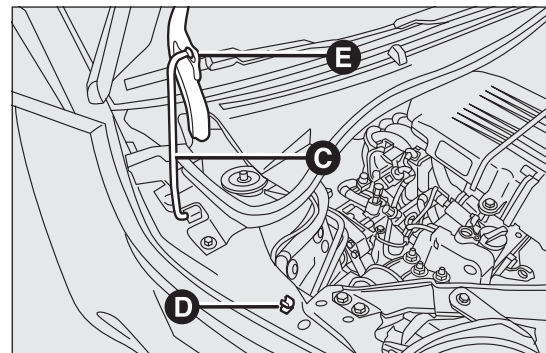

РИС. 78
- поднять капот и одновременно извлечь опорную стойку С РИС. 78 из удерживающего ее устройства D, вставить конец стойки в гнездо E капота двигателя (большое отверстие) и подтолкнуть в безопасную позицию (малое отверстие) как показано на рисунке.
- одной рукой придерживать капот, а другой вытащить стойку С РИС. 78 из гнезда Е и вложить ее в удерживающее устройство D